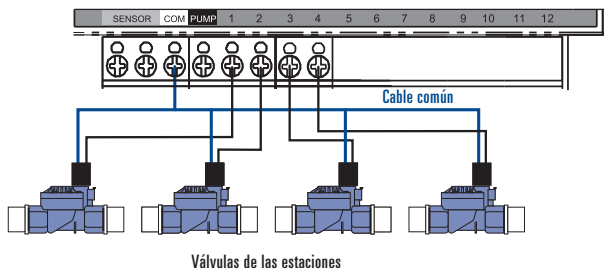

Figura 14: Conexión del cable del aspersor
- Conecte cada cable del aspersor (excluyendo el cable “común”) a una terminal de estación diferente (numerada encima del tornillo de cada terminal) insertando completamente el cable al descubierta en el orificio debajo del tornillo de cada terminal. [Ver Figura 14]